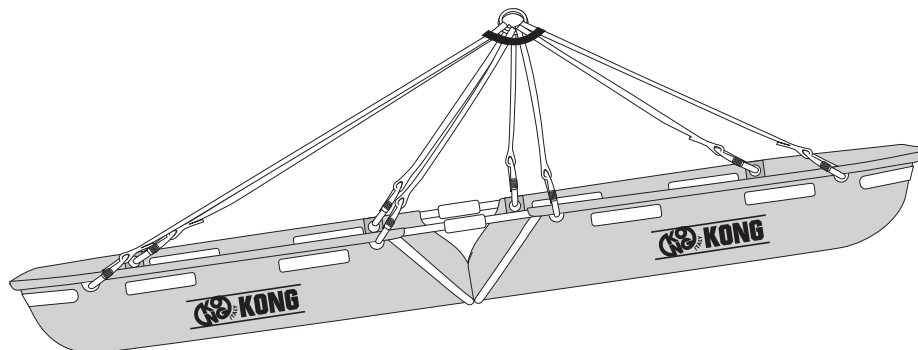

Fig.16
- a) Collegare la sospendita agli appositi fori laterali della barella mediante gli otto connettori (fig. 16),